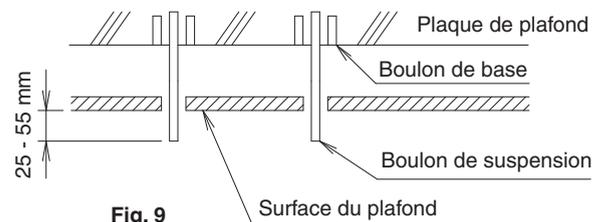

Fig. 9
(6) Installez les boulons de suspension.
- Régalez la longueur du boulon de suspension à partir du plafond en avance. (Reportez-vous à la fig. 9.)
- Les pièces illustrées dans la Fig. 9 seront toutes fournies sur place.